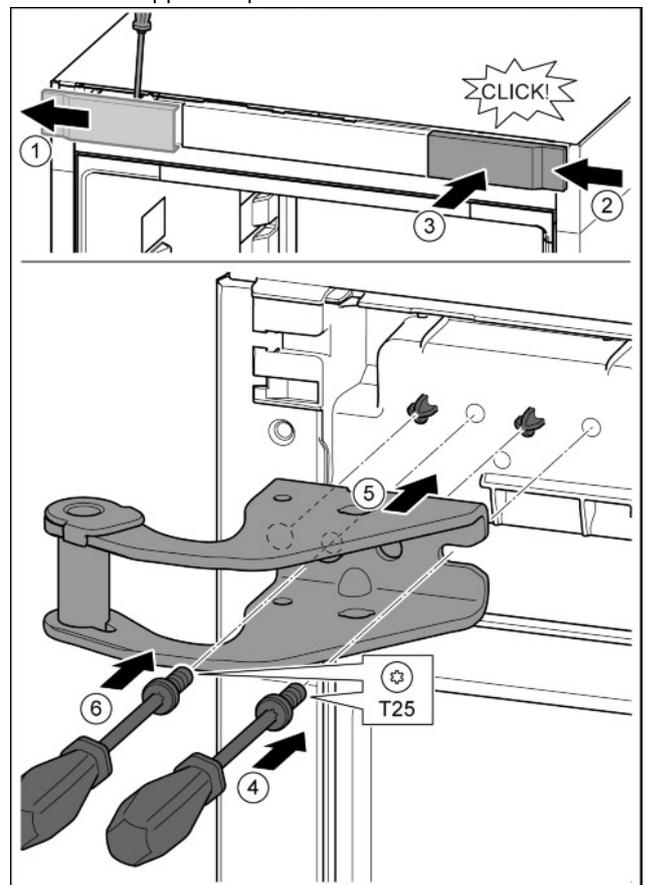

Fig. 9
- u Libérer le cache avec un tournevis et le mettre de côté. *Fig. 9 (1)*
- u Accrocher le cache tourné de 180° de l'autre côté à droite. *Fig. 9 (2)*
- u Enfoncer le cache. *Fig. 9 (3)*
- u Mettre en place la vis avec un tournevis T25. *Fig. 9 (4)*
- u Mettre en place le support de palier supérieur. *Fig. 9 (5)*
- u Serrer la vis. *Fig. 9 (6)*
- u Mettre en place la vis avec un tournevis T25 et la serrer. *Fig. 9 (6)*